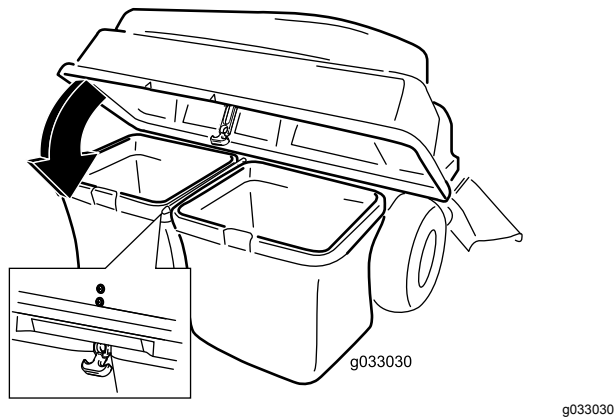

Figura 22
5. Baixe a parte superior do depósito de recolha para os sacos (Figura 22).
6. Prenda o capot com o trinco (Figura 22).